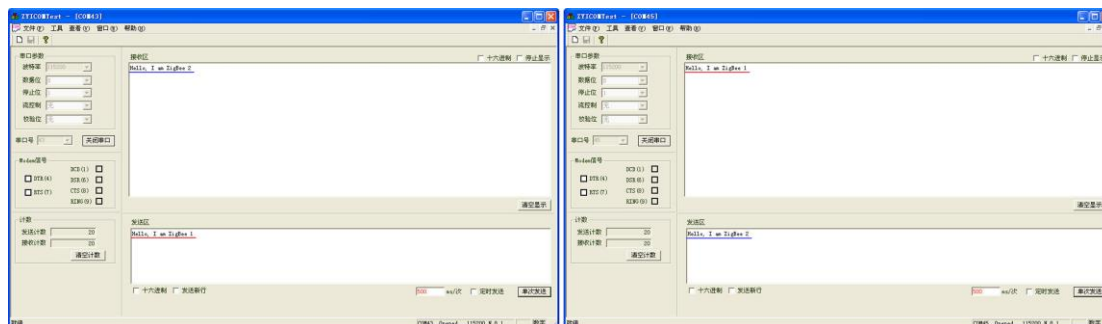

图 4.4 通讯测试
- 配置完成后关闭配置工具，使用串口调试助手打开连接两个评估板的串口，两个评估板即可进行透明发送数据，如图 4.4 所示。